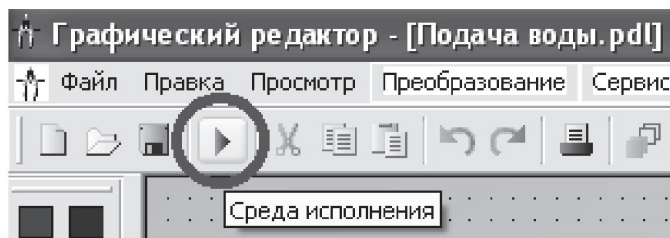

Рис. 3.21. Активация режима выполнения Runtime
13. Теперь можно включить режим выполнения *Runtime* и проверить отображение окна управления клапаном AA001 при нажатии на иконке клапана. Для этого необходимо нажать на кнопку *Среда исполнения* (рис. 3.21).